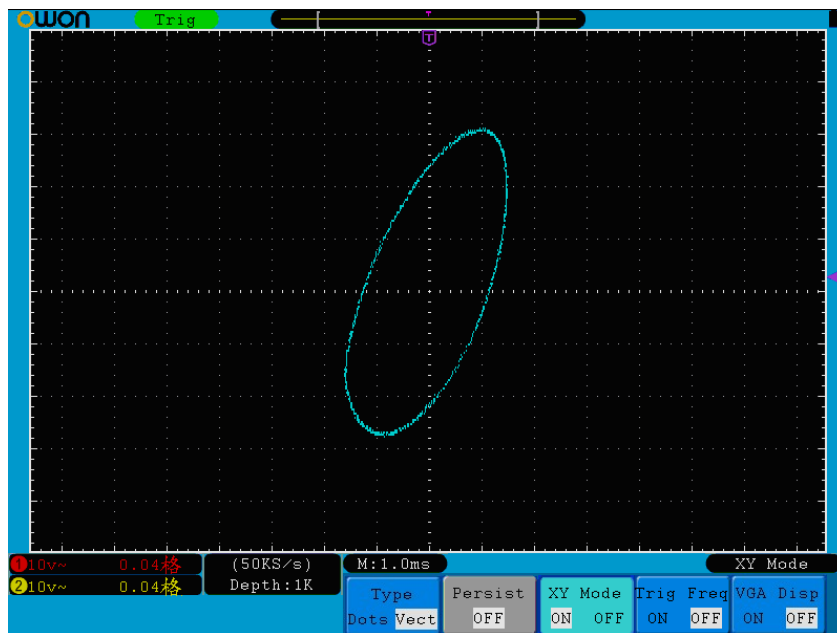

Рисунок 5-35. Режим XY
2. Кнопкой H3 установите XY Mode = ON. Отображение переключится в XY (рисунок 5-35).